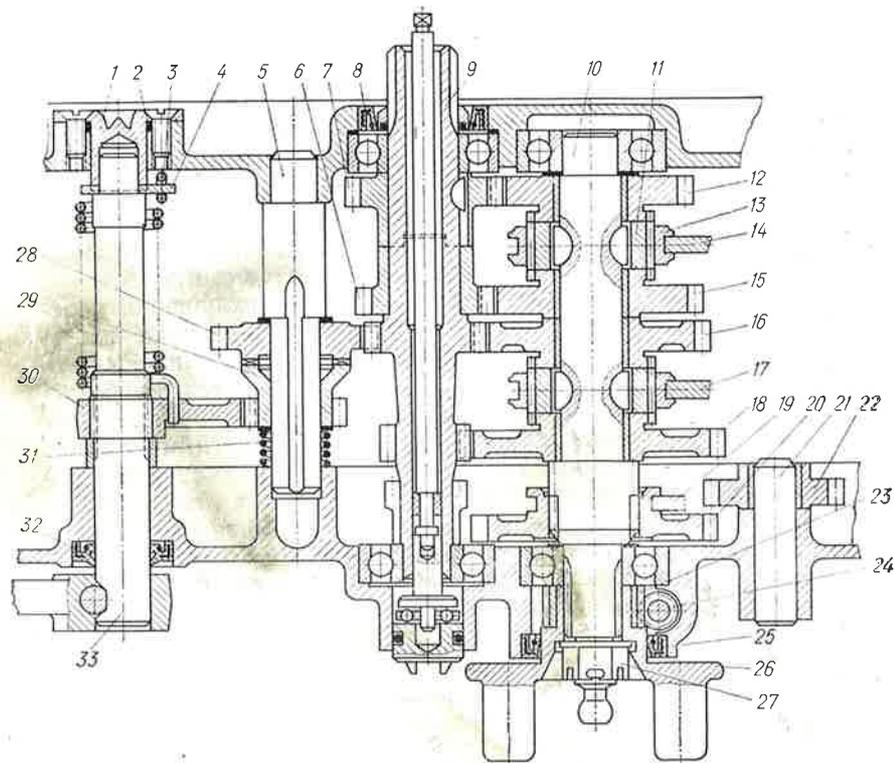

Рис. 17. Развертка валов:
**Валы.** Первичный вал 9 (рис. 17) установлен на двух шариковых подшипниках. Вал выполнен заодно с венцами шестерен заднего хода, I и II передач. Шестерни III и IV передач насадные. От проворачивания на валу шестерня IV передачи удерживается сегментной шпонкой. Шестерня III передачи связана с шестерней IV передачи при помощи торцевых выступов.
Пружина заводится поворотом против часовой стрелки на пол-оборота втулки 1 (рис. 17), установленной в передней стенке картера.